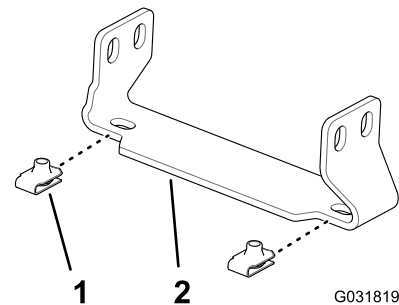

Figura 183
1. Instale as 4 porcas clipe (peça Toro n.º 94-2413) nos 2 suportes da cobertura da secção central (peça Toro n.º 131-3703-03), conforme indicado na (Figura 183).